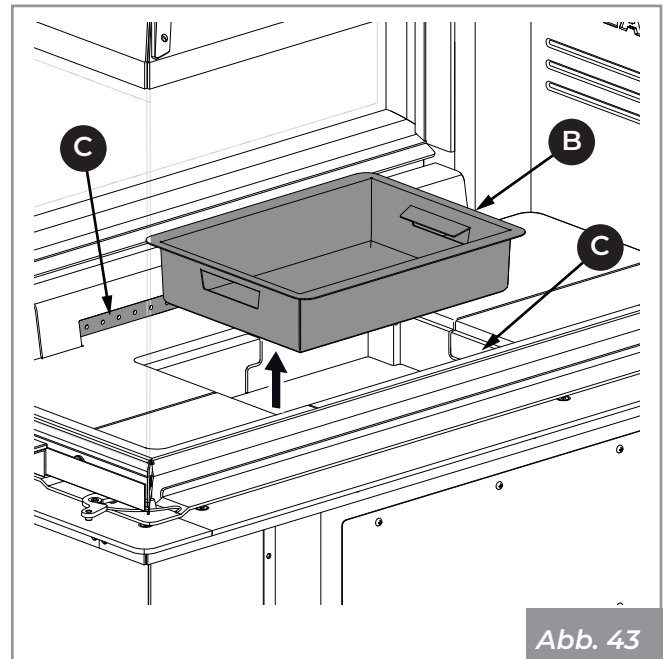

Abb. 43
- 2) Ziehen Sie die Aschelade **(B)** aus dem Sockel und saugen Sie die in den Fächern darunter angesammelte Asche auf (**Abb. 43**).
- 3) Die vorderen und hinteren Löcher **(C)** des Verbrennungsluftverteilers absaugen, um eine mögliche Ansammlung von Asche zu vermeiden (**Abb. 43**).